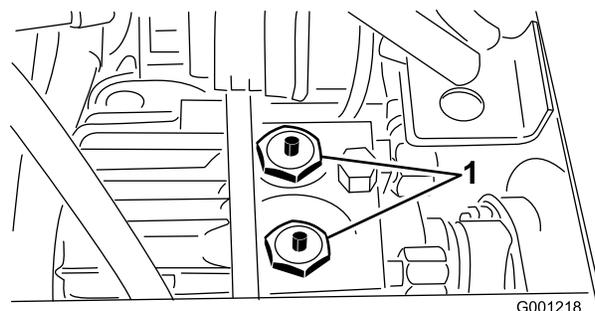

Figura 33
- Quando spingete o trainate la macchina tenete premuti gli spilli posizionati al centro dei 2 gruppi delle valvole di ritegno nella parte superiore della trasmissione (Figura 33).